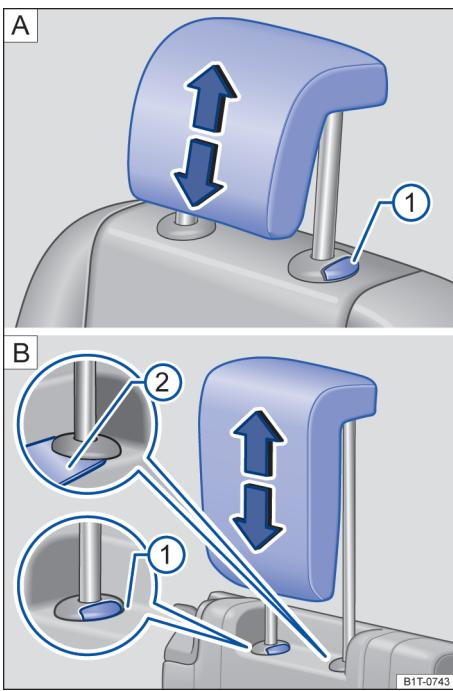

Fig. 99 Apoio para cabeça traseiro: desinstalar.
- Retirar totalmente o apoio para cabeça com o botão **A** → **Fig. 99 1** pressionado.
- Se for o caso, para destravar, introduzir um objeto plano, por exemplo, um cartão de plástico **B** → **Fig. 99 2**, entre o revestimento do encosto do banco e a capa de cobertura da barra de guia do apoio para cabeça.
- Retirar completamente o apoio para cabeça com o botão **B** → **Fig. 99 1** totalmente pressionado.
- Empurrar o apoio para cabeça para baixo com o botão → **Fig. 99 1** pressionado.